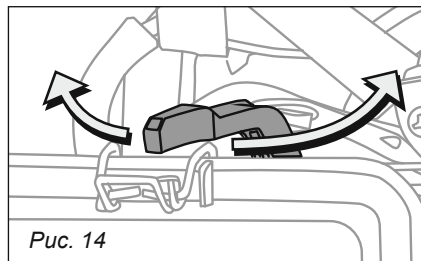

Рис. 14
- Поверните рычаг воздушной заслонки в положение **«ЗАКРЫТО»** (рис. 14).